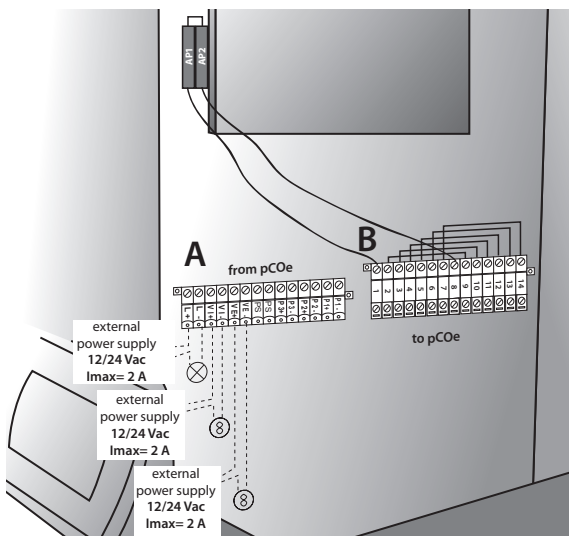

Рис. 3.g
3. Вставьте поставляемую клеммную колодку (код 98C565P012) в соединитель A, и подключите дополнительное оборудование (см. рис. 3.g)..